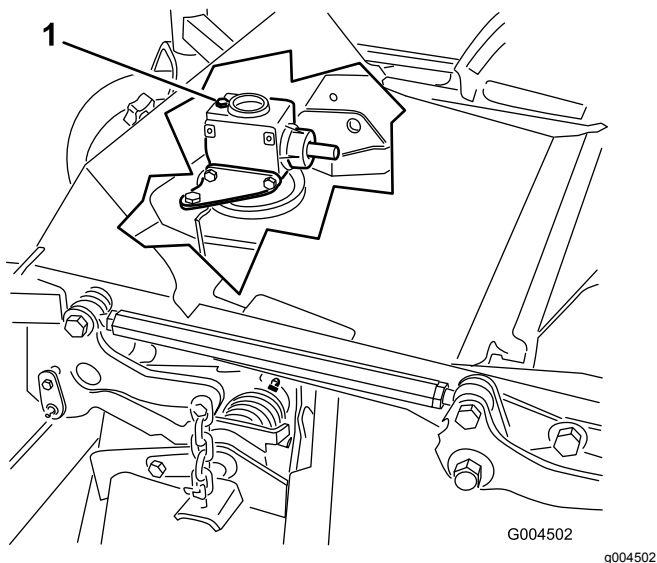

Figura 30
6. Retire a vareta/tampão de enchimento da parte superior da caixa de engrenagens e verifique se há lubrificante entre as marcas da vareta (Figura 30).
6. Retire a vareta/bujão de enchimento da parte de cima da caixa de engrenagens (Figura 30).